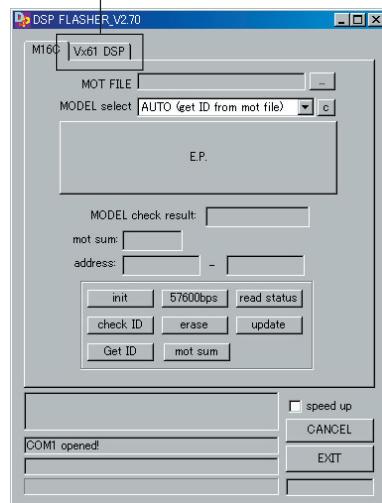

Fig. 2
4. Start up “DSP_FLASHER Ver2.7.exe”. “DSP_FLASHER_V2.70” is displayed. (Fig. 2)
5. Click [Vx61 DSP]. (Fig. 2)
4. “DSP_FLASHER Ver2.7.exe”を起動します。“DSP_FLASHER_V2.70”が表示されます。(Fig. 2)
5. [Vx61 DSP]をクリックします。(Fig. 2)